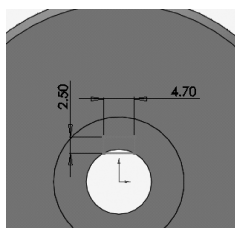

图 12-6 绘制草图并标注尺寸 2
5) 单击实体特征下表面台阶面，使其成为草图绘制平面。单击【标准视图】工具栏中的 （正视图于）按钮，并单击【草图】工具栏中的 （草图绘制）按钮，进入草图绘制状态。使用【草图】工具栏中的 （直线）、（智能尺寸）工具，绘制如图 12-6 所示的草图。单击 （退出草图）按钮，退出草图绘制状态。